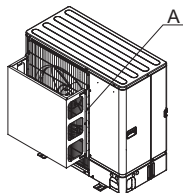

Fig. 2-4
(2) Instale uma guia de ar se a unidade estiver instalada num local sujeito a fortes ventos, que podem entrar directamente na saída de ar. (Fig. 2-4)